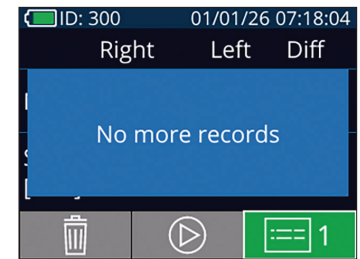

Abb. 29
- Wenn die Meldung **No more records** erscheint, wurde die älteste gespeicherte Pupillenmessung erreicht (Abb. 29).